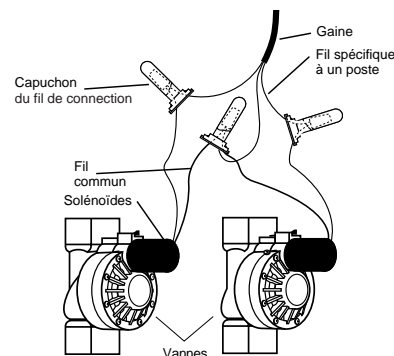

FIGURE 25 : Raccordement aux vannes des fils du contrôleur
- Chaque vanne est dotée de deux fils. Le premier se raccorde au circuit commun. Vous pouvez relier le fil commun de chacune des vannes à un seul fil qui sera acheminé ensuite jusqu'au programmeur. L'autre fil de chaque vanne doit être raccordé au fil correspondant à un poste de commande de la vanne [voir la figure 25].